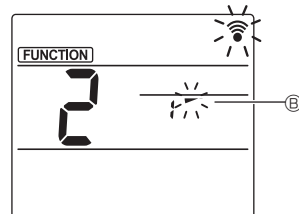

Fig. 3
- ③ Ställa in vinkeln på fläktblad (Fig. 3) Tryck på knapparna  för att ställa in vinkel  på fläktblad. Rikta den trådlösa fjärrkontrollen mot mottagaren på inomhusenheten och tryck på knappen .